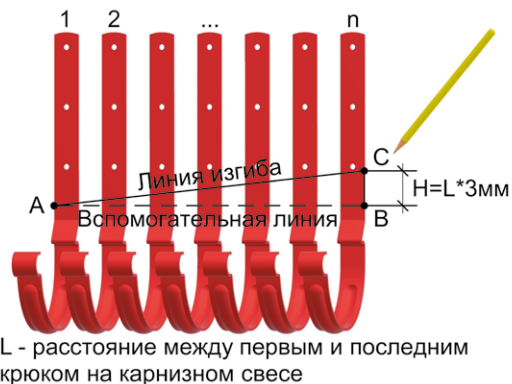

Рис. 7 Разметка карнизных крюков для последующего изгиба
4.1.2 Затем следует уложить и выровнять пронумерованные крюки. От предварительно найденной точки А необходимо провести перпендикуляр и получить точку В (вспомогательная линия АВ на рис. 7). Далее от точки В следует отложить величину равную расстоянию на карнизном свесе между первым и последним крюком в метрах \* 3 мм. То есть, если расстояние между крюками 5 м, то  $5 \times 3 = 15$  мм. Таким образом получается точка С. Затем необходимо соединить точки А и С. Полученный отрезок и есть линия изгиба.